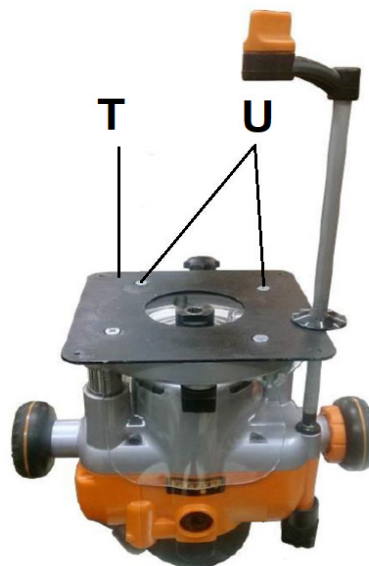
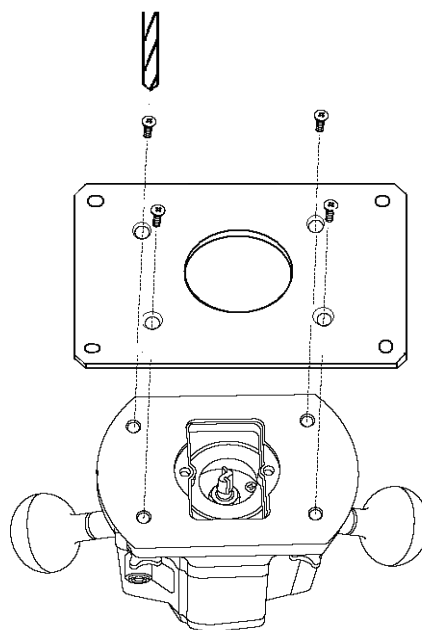

Fig 5
Fig 6
Fixation de la toupie (Fig 5, Fig 6) :
Fixez la toupie sur la plaque de fixation (T, Fig 5) avec les vis fournies (U).